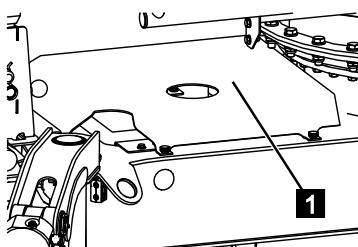

Abb. 220
1. Abdeckung (Abb.220/1) abschrauben.